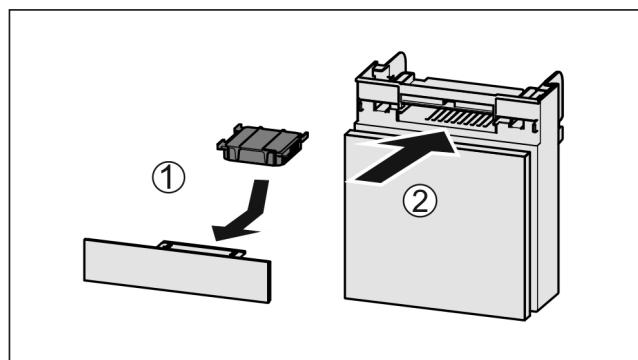

Fig. 81
- Установите фильтр с активированным углем, как показано на рисунке Fig. 81 (1).
- Вставьте отделение Fig. 81 (2).